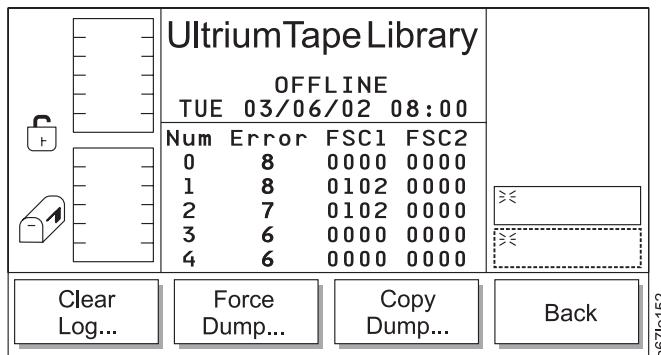

Abbildung 103. Dialog der Optionen für Laufwerkfehlerprotokoll
- Wird **Options** ausgewählt, erscheint der Dialog der Optionen für Laufwerkfehlerprotokoll (siehe Abb. 103 auf Seite 124).
Tabelle 52. Übersetzung von Abb. 103, Dialog der Optionen für Laufwerkfehlerprotokoll
- Wird **Cancel** ausgewählt, erscheint der Dialog der Optionen für Laufwerkfehlerprotokoll (siehe Abb. 103 auf Seite 124).